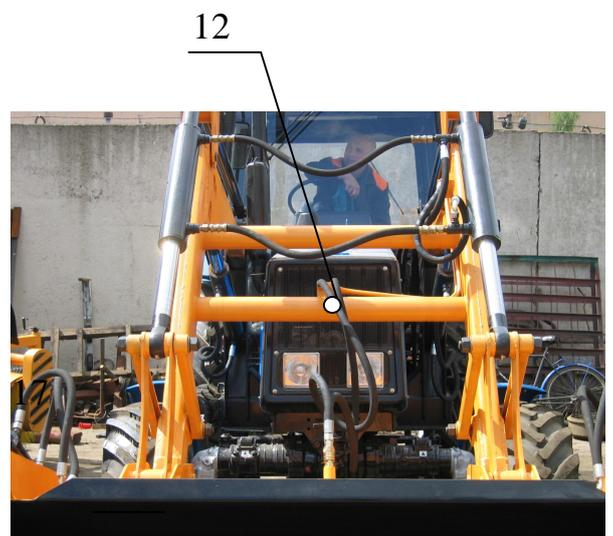

Рисунок 14
- соединить трубопроводы подключения сменного навесного инструмента с гидроцилиндром сменного навесного инструмента РВД (поз. 12, рис.14).